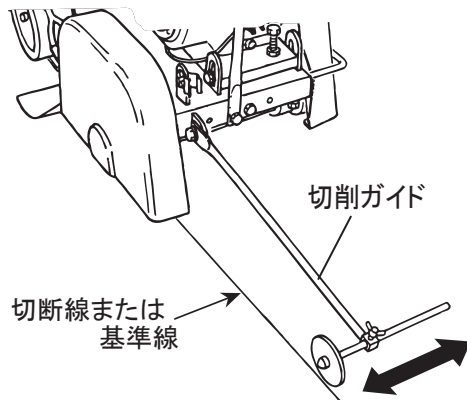

図 16
4. 切削ガイドがダイヤモンドブレードと一直線上（切断線または基準線）になるように調整してください。（図16）
4. 切削ガイドがダイヤモンドブレードと一直線上になるように調整してください。（図16）
1. 切削ガイドを切断線または基準線に合わせます。(14ページの図16)